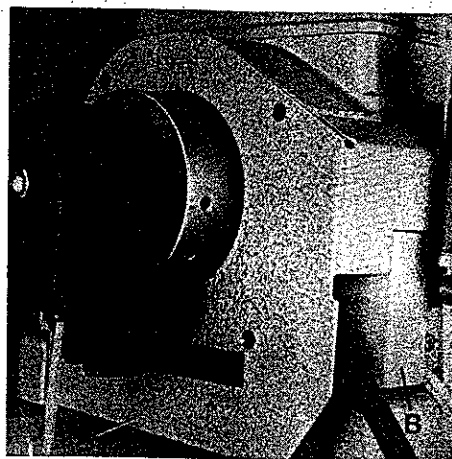

Fig.17
From time to time the cooling ribs of the bottom cover have to be cleaned and the fan blades of the pulley have to be blown out with compressed air. For this remove belt guard (A, Fig. 17) and air duct (B).
Von Zeit zu Zeit müssen die Kühlrippen an der Grundplatte gereinigt und die Lüfterflügel am Handrad mit Pressluft ausgeblasen werden. Dazu muß der Riemenschutz (A, Fig. 17) und das Luftleitblech (B) entfernt werden.